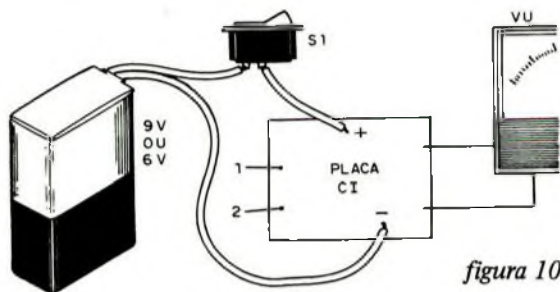

figura 10
g) Finalmente, faça as ligações para a entrada de sinal, para a fonte de alimentação, observando sua polaridade e para o VU. Neste último, deve ser observada a polaridade marcada nos seus terminais. Se a fonte de alimentação usar pilhas ou transformador, um interruptor geral deve ser colocado (figura 10).